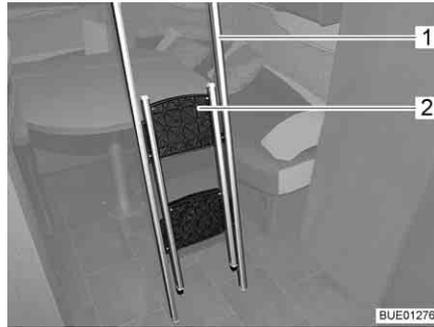
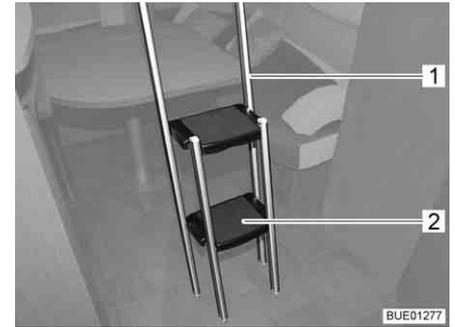

Fig. 96 Échelle de montée repliée
Fig. 97 Échelle de montée dépliée
- Saisir la partie repliée (Fig. 96,2) de l'échelle de montée (Fig. 96,1) par le bord supérieure et la déplier jusqu'à ce que les quatre pieds reposent bien sur le sol (Fig. 97).
- Replier les marchepieds (Fig. 97,2).
- Décrocher l'échelle de montée (Fig. 97,1) de sur la barre-pognée (Fig. 95,3) du lit escamotable.